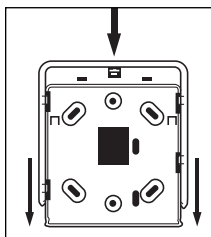

FIGURE 4
1. Faites glisser la plaque de fixation située au dos du détecteur de CO et soulevez-la de sa base (Figure 4).